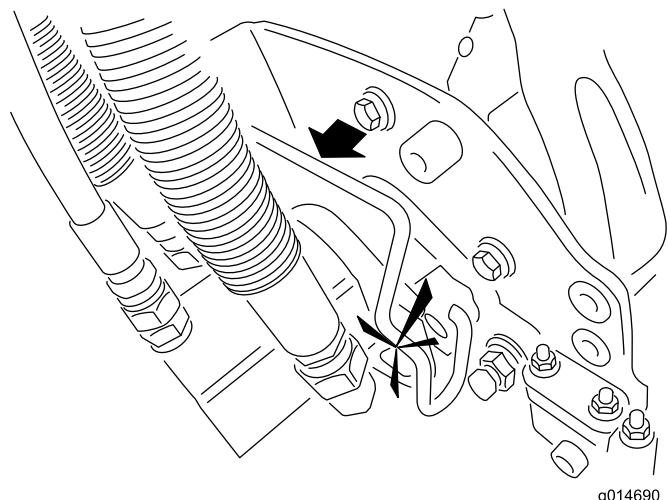

Bild 35
5. Schmieren Sie Keilwelle des Mähwerkmotors mit sauberem Schmiermittel ein (Bild 35).
6. Setzen Sie den Motor in die linke Seite des Mähwerks (aus Sicht der Bedienerstellung) und ziehen Sie die Motorbefestigungsstange am Mähwerk zum Motor, bis Sie einen deutlichen Klicken von beiden Seiten des Motors hören (Bild 35).